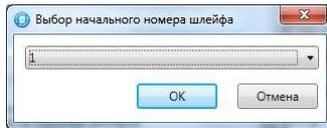

Рис.16 Выбор начального номера шлейфа
устройства, не меняя существующую нумерацию шлейфов. Для выбора начального номера шлейфов нажмите на кнопку . В открывшемся окне *Выбор начального номера*, выберите номер из выпадающего списка и нажмите кнопку *ОК* (рис. 16).
*Датчики*, (Рис.16). При нажатии на кнопку  откроется окно с номером датчика. Далее необходимо выполнить процедуру регистрации датчика согласно его руководству. В случае успешной регистрации датчика в окне отобразится сообщение, *Операция выполнена успешно* и указан тип зарегистрированного датчика.